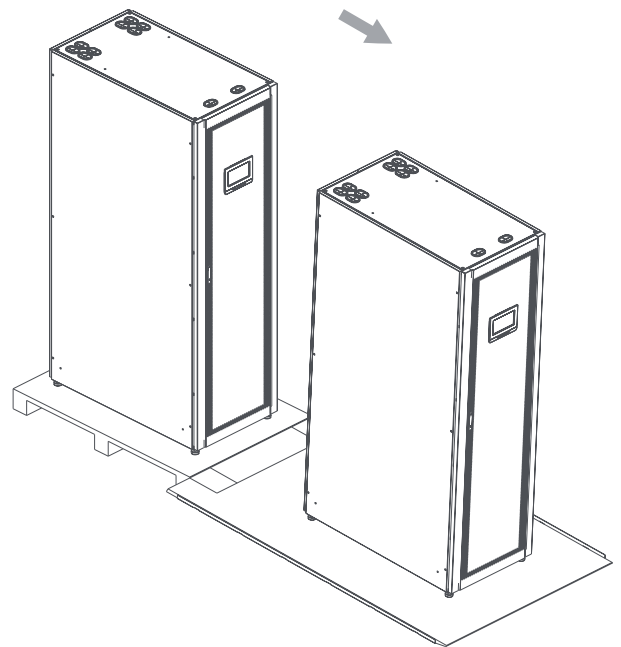

图3-6. 将机柜移下斜坡板
5. 将机柜缓慢移向栈板前侧。继续将机柜移下斜坡板直到其完全脱离斜坡板（见图 3-6）。